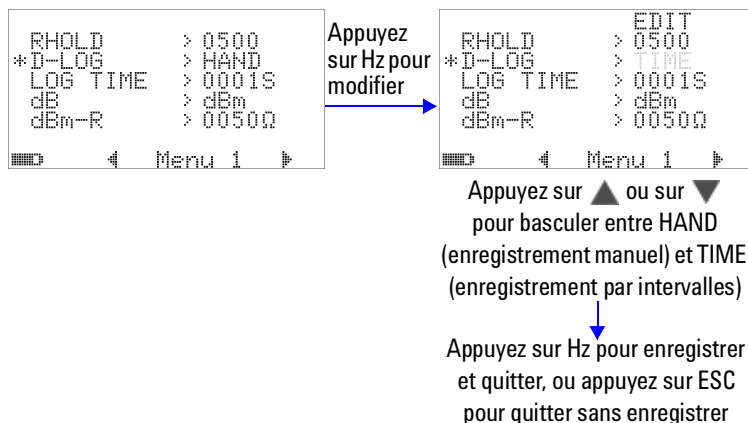

Figure 4-3 Configuration de l'enregistrement de données
- 1 Choisissez le paramètre « HAND » pour activer le mode d'enregistrement manuel des données ou « TIME » pour activer l'enregistrement des données par intervalles. Reportez-vous à la Figure 4-3 à la page 88.